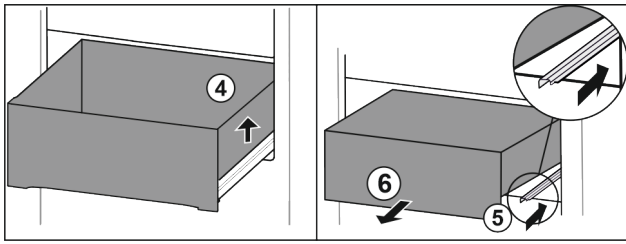

Fig. 114
- ▶ Sollevare il cassetto a destra. Fig. 114 (4)
- ▶ Inserire la guida destra. Fig. 114 (5)
- ▶ Rimuovere il cassetto tirandolo in avanti. Fig. 114 (6)